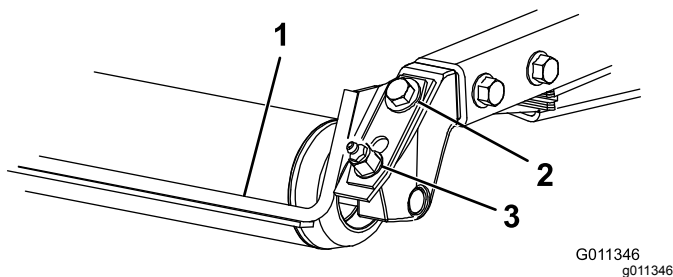

Figure 6
1. Desserrez le graisseur et la vis de fixation (Figure 6).